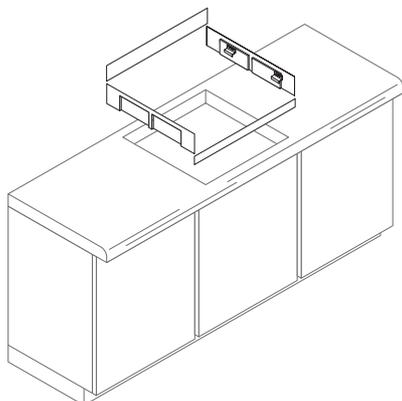

Fig. 1
- Fijar con clavos adjuntos el revestimiento de chapa Fig. 1 por los cuatro lados en el recorte de la mesa de trabajo.